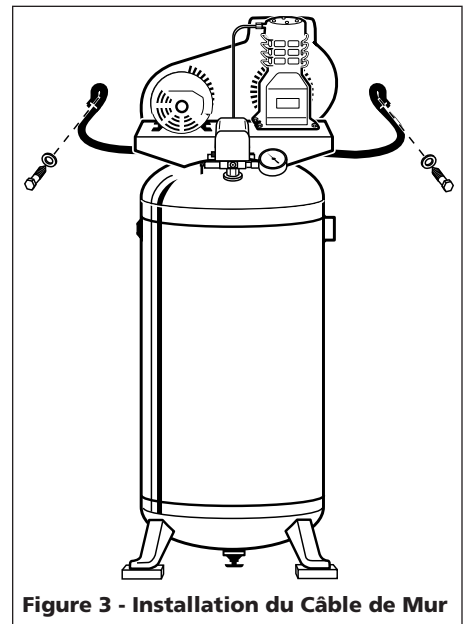

Figure 3 - Installation du Câble de Mur
2. Placer le câble à travers la plaque de base tel qu'indiqué sur la Figure 3.